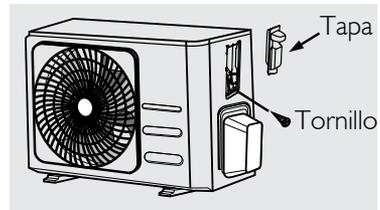

Figura 32
8. Vuelva a colocar la tapa de cables en el lado de la unidad, y atorníllelo en su lugar. Ver Figura 32.